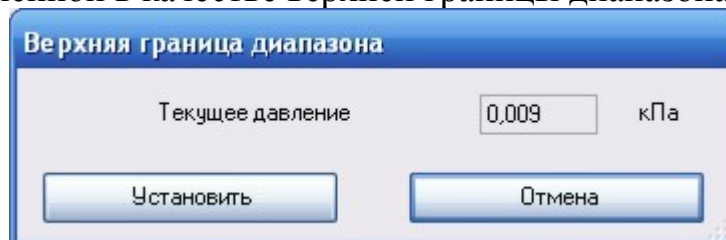

Рис. 7. Установка верхней границы диапазона измерения.
- программа начнет периодическое считывание текущего значения первичной переменной, и будет отображать это значение в отдельном окне (Рис. 7);